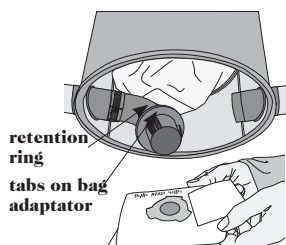

figure 6
3. Installer le nouveau sac, en vous assurant d'aligner les coches du sac avec les pointes de l'adaptateur (**figure 6**).